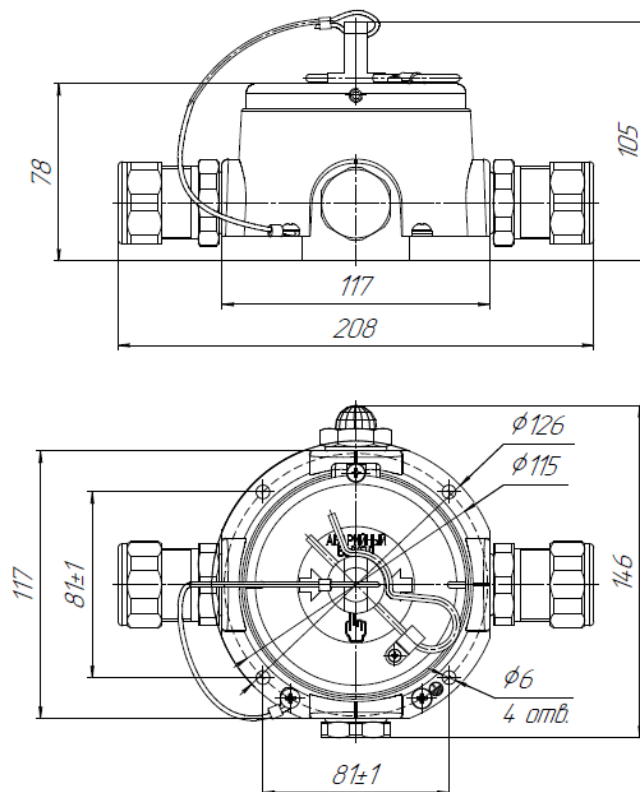

Рис.2. Габаритные размеры устройства
3.8 Габаритные размеры – Рис.2; масса – не более 2.1 кг;